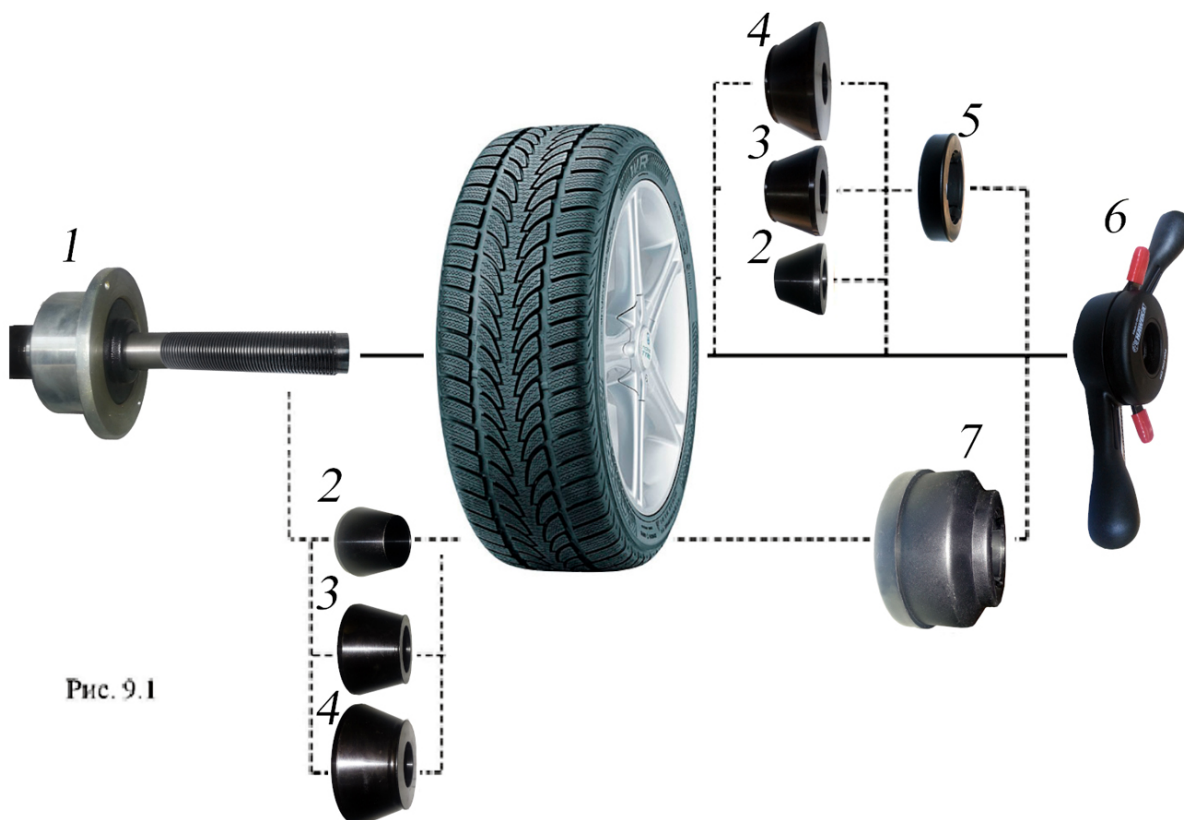

Рис. 9.1
9.2. Балансируемое колесо закрепляется на валу СБ за центральное отверстие диска с помощью конусов и быстросъемной гайки с раздвижными резьбовыми сухарями. В зависимости от конфигурации диска конус может быть установлен как с внешней стороны диска (вариант «а»), так и с внутренней (вариант «б»). При этом на гайке 6 кольцо 5 должно быть заменено на чашку 7 (см. рис. 9.1).